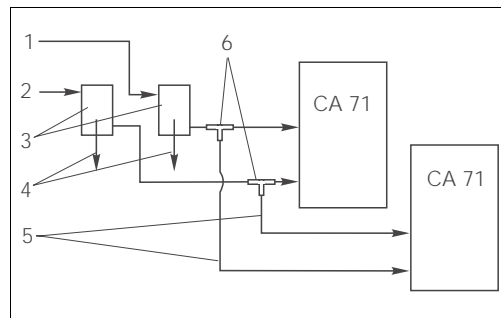

Fig. 12: Esempio di installazione
- Gli analizzatori devono essere collocati alla distanza minima possibile: linea di campionamento fra l'elemento a T e il secondo analizzatore (fig. 12, pos. 5) inferiore a 1,5 m